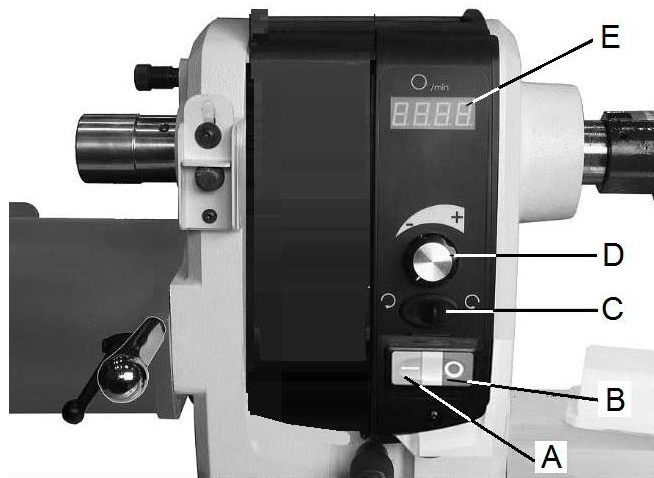

Рис. 12
**Переключатель ВКЛ./ВЫКЛ.:** Запуск станка осуществляется с помощью зеленой кнопки ON (ВКЛ.) (А, рис. 12).
Когда нажата кнопка выключения пульта, нажмите зеленую кнопку ON (ВКЛ.) (A, Рис. 12) на передней бабке для запуска станка вновь.